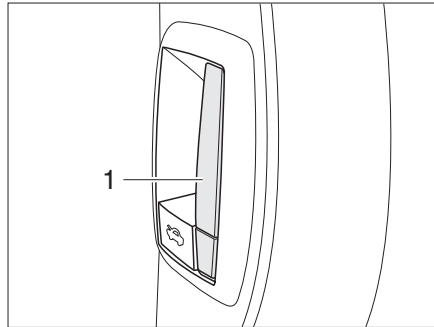

Fig. 25 Bouton de déverrouillage intérieur du capot moteur
- Tirer le levier (Fig. 25,1) du tableau de bord côté conducteur. Le capot moteur s'ouvre jusqu'en butée du crochet de sécurité.